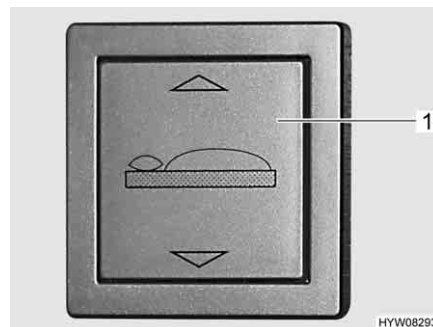

Fig. 71 Interruttore a bilico, comando letto di coda
- Premere in alto l'interruttore a bilico (Fig. 71,1) situato nel gavone di coda e tenerlo premuto finché il letto non si trova nella posizione desiderata o a finecorsa.